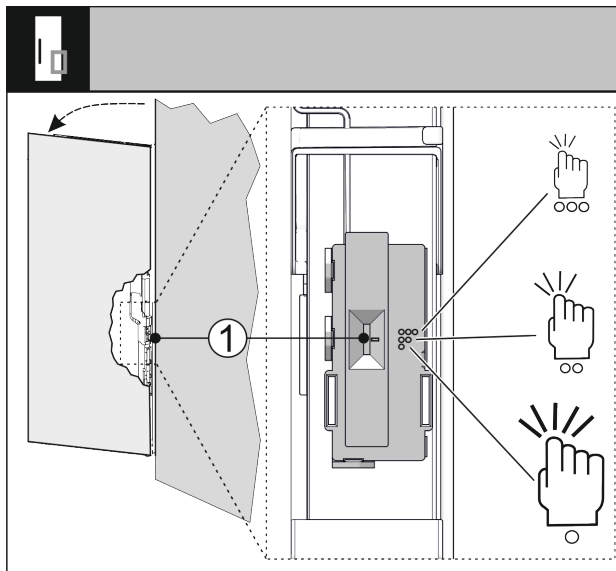

Fig. 35
Sie können die Empfindlichkeit des Klopfensors über einen Schalter Fig. 35 (1) einstellen. Der Schalter ist scharnierseitig am unteren Drittel der Tür.
- Schalter Fig. 35 (1) auf gewünschte Schalterstellung schieben.